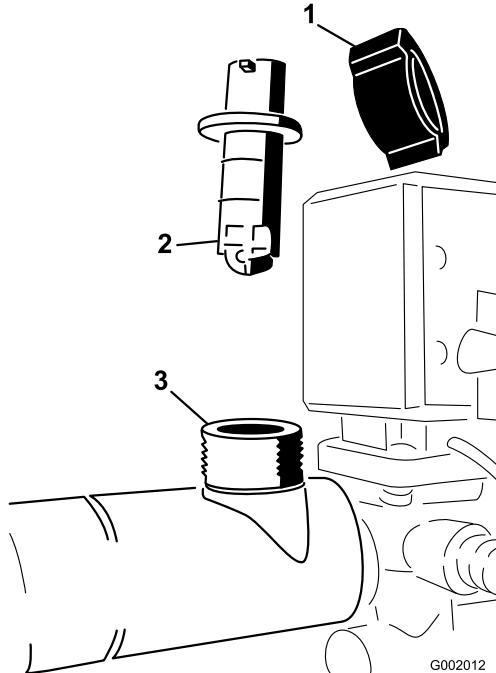

図 68
2. フローメータのボディについているリテナ・キャップを取り（図 68）。